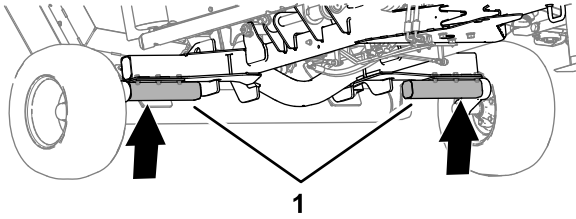

Bild 45
1. Heben Sie den Mäher an den Achshälften an, wie in **Bild 45** dargestellt.